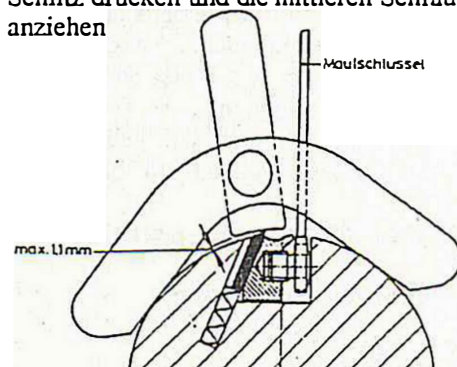

Bild 5: Einstell-Lehre auf die Messerwelle stellen und Messer unter die Einstellnocken drücken
- Die Einstell-Lehre auf die Welle setzen und festhalten (Bild 5).